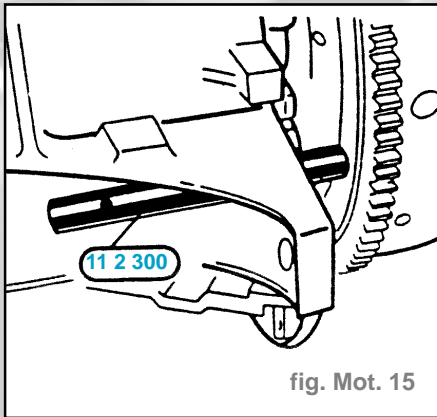

fig. Mot. 15
- Caler le vilebrequin au PMH avec l'outil (fig. Mot. 15).
- Après la mise en place de la culasse procéder au calage de l'arbre à cames, voir « Révision de la culasse » (fig. Mot. 15 et 16).